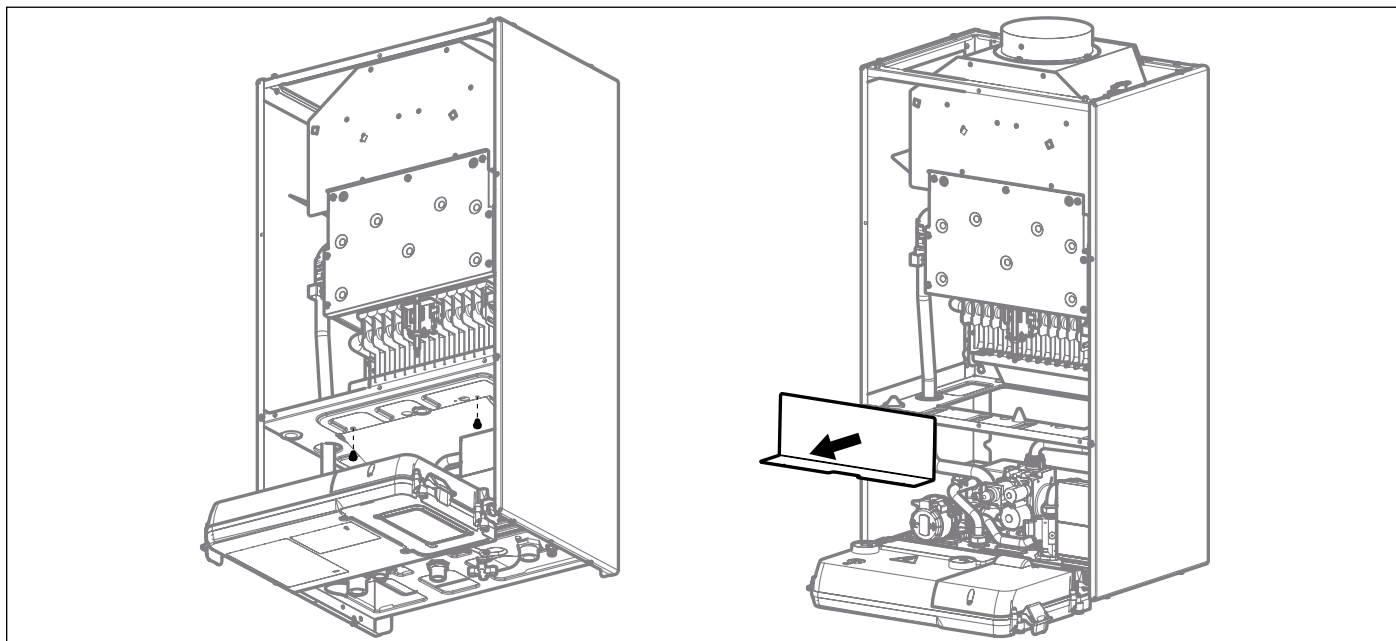

Abb. 12 Wärmeschutzblech
- Befestigungsschrauben lösen und Wärmeschutzblech entfernen (siehe Abb. 12).